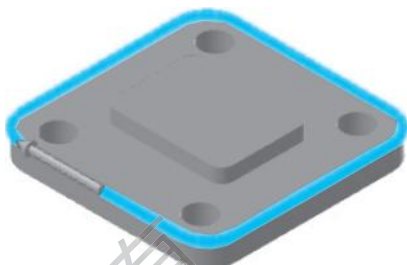

图 10-52 选择正方形轮廓线
1) 选择【刀路】/【面铣】命令，系统弹出【实体串连】对话框，选择最大正方形轮廓线，如图 10-52 所示，单击【确定】按钮 。